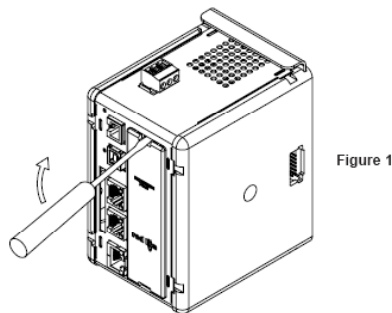

Figure 1
2. Insérer la lame d'un tournevis plat dans la fente située en haut du capot du port d'extension. Faire pivoter légèrement vers le haut le tournevis jusqu'à ce que le capot du port d'extension se désengage du Module comme cela est montré figure 1.